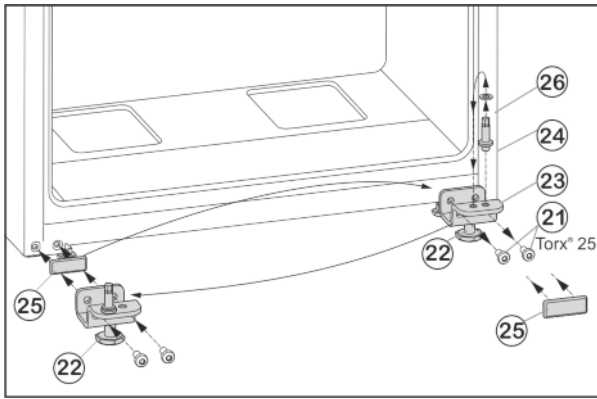

Fig. 9
- Befestigungsschrauben Fig. 9 (21) abschrauben.
- Lagerbock unten Fig. 9 (23) komplett mit Lagerbolzen Fig. 9 (24), Scheibe Fig. 9 (26) und Stellfuß Fig. 9 (22), abnehmen.
- Lagerbolzen Fig. 9 (24) komplett mit Scheibe Fig. 9 (26) abschrauben, in das gegenüberliegende Aufnahmeloch des Lagerbocks umsetzen und wieder festschrauben.
- Abdeckplatte Fig. 9 (25) vorsichtig abnehmen und auf die Gegenseite umsetzen.
- Lagerbock unten Fig. 9 (23) komplett, mit Lagerbolzen Fig. 9 (24), Scheibe Fig. 9 (26) und Stellfuß Fig. 9 (22) auf der neuen Scharnierseite ggf. mit Hilfe eines Akkuschraubers **fest (mit 4 Nm)** wieder anschrauben.
- Tür von oben auf Lagerbolzen Fig. 9 (24) aufsetzen.
- Stellfuß Fig. 9 (22) am Lagerbock unten Fig. 9 (23) herausdrehen, bis er auf dem Boden aufliegt.